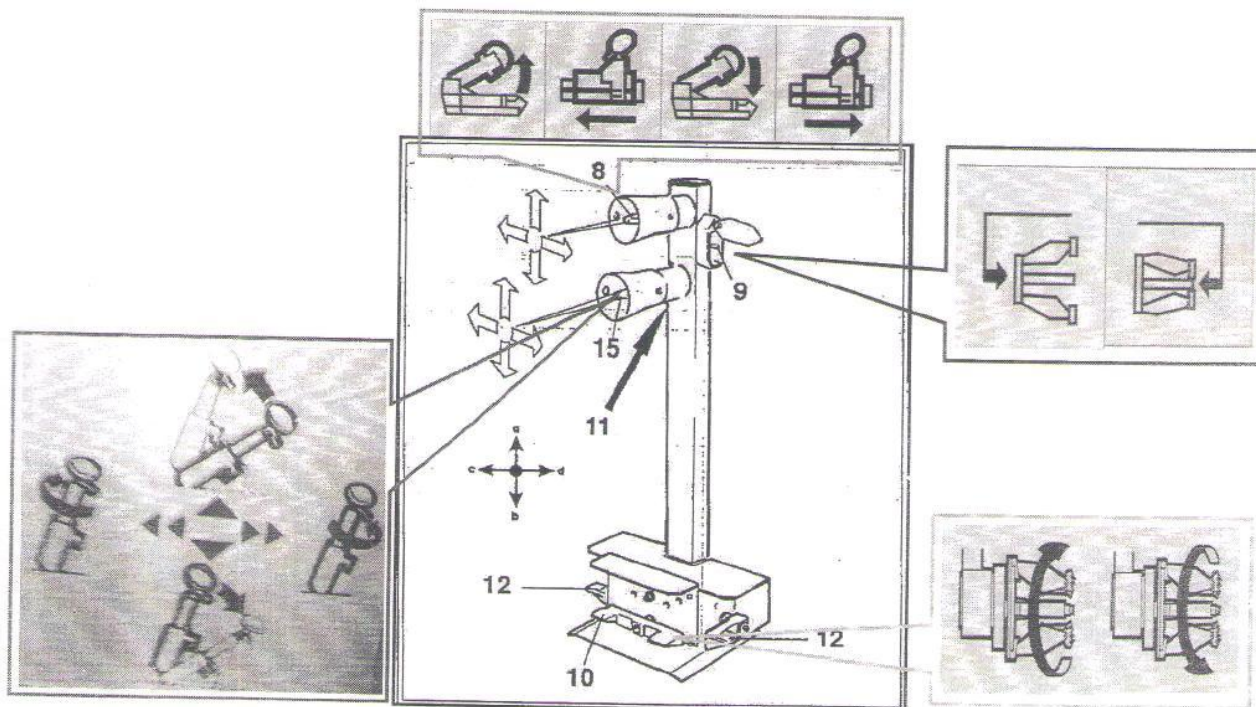
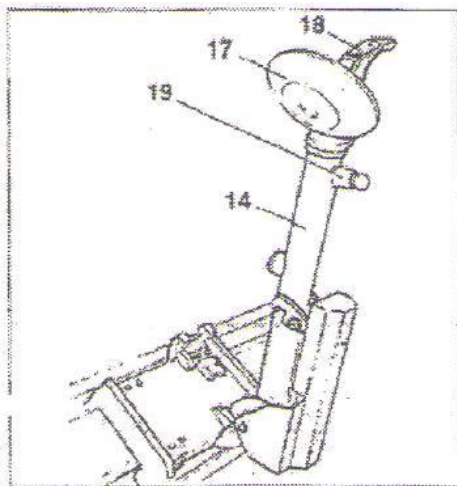
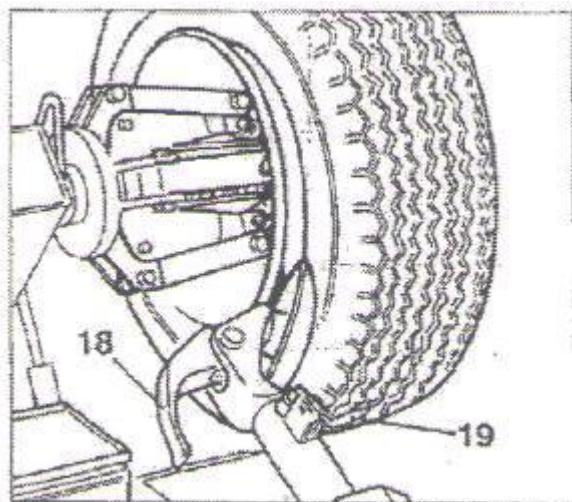

Рис. 6.2
Рис. 6.3
Рис. 7.4
Подвижный пульт управления (рис. 6.2) позволяет оператору работать в любом положении относительно станка. Пульт оснащен следующими органами управления:
1. **Верхний рычаг управления (8, рис. 6.2)** в **положении а** поднимает держатель кулачкового зажима и в **положении б** опускает его. В **положении с** перемещает кулачковый зажим вправо и монтажную лапу влево (они оказываются рядом друг с другом), в **положении d** смещает кулачковый зажим влево и монтажную лапу вправо (теперь они расположены далеко друг от друга).
2. **Нижний рычаг управления (15, рис. 6.2)** в **положении а** перемещает монтажную лапу в нерабочее положение, в **положении б** перемещает лапу в рабочее положение. При перемещении в **положение с** поворачивает монтажную головку на 180 град. против часовой стрелки, при перемещении в **положение d** поворачивает монтажную головку в противоположную сторону и возвращает ее в исходное положение.
3. **Переключатель зажима (9, рис. 6.2)** в верхнем положении разводит рычаги самоцентрирующегося кулачкового зажима (ФИКСАЦИЯ), в нижнем положении сводит рычаги самоцентрирующегося кулачкового зажима (НЕЗАФИКСИРОВАНО).
4. **Педаль (10, рис. 6.2)** при нажатии с левой или правой стороны включает вращение зажима в направлении, указанном стрелкой на педали.
5. **Выключатель второй скорости (11, рис. 6.2)** при нажатии с педалью (10, рис. 6.2) включает высокую скорость вращения кулачкового зажима.
6. **Педали включения второй скорости вращения (12, рис. 6.2)** перемещают кулачковый зажим и монтажную лапу, каретку на высокой скорости.
- 1) Переместить нижний рычаг управления (15, рис. 6.2) вверх (а), монтажная лапа (14, рис. 6.3) должна повернуться в нерабочее положение.
- 2) Монтажная лапа займет нерабочее положение, при перемещении верхнего рычага управления (8, рис. 6.2) вверх (а) держатель кулачкового зажима (2, рис. 3.1) должен подняться, при перемещении рычага управления вниз (b) держатель кулачкового зажима должен опуститься.
При перемещении верхнего рычага управления влево (с) держатель кулачкового зажима (2, рис. 3.1) перемещается вправо, а монтажная лапа (14, рис. 6.3) влево. Оба приспособления располагаются рядом друг с другом.
Повторить указанные операции (с и d), одновременно нажимая на одну из двух педалей (12, рис. 6.2). Вышеуказанные движения будут происходить на высокой скорости.
- 3) Повернуть рычаг переключателя (9, рис. 6.2) вверх: рычаги зажима (3, рис. 3.1) должны раскрыться. Повернуть рычаг вниз, рычаги зажима сводятся.
Повторить указанные операции, одновременно нажимая на одну из двух педалей (12, рис. 6.2). Вышеуказанные движения будут происходить на высокой скорости.
- 7) Используя нижний рычаг управления (15, рис. 6.2), сложить держатель в нерабочее положение, переместить и зафиксировать его в этом положении (рис. 7.4).